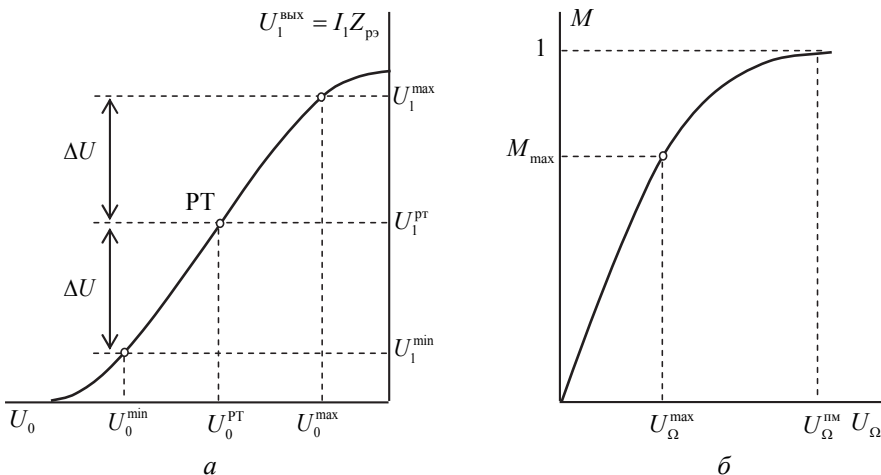

Рис. 4.3. Статическая (а) и динамическая (б) модуляционные характеристики
Рабочий участок на ВАХ транзистора, превращающий его в модулятор, выбирают по *статической модуляционной характеристике* (рис. 4.3, а). Она представляет собой зависимость амплитуды первой гармоники тока  $I_1(U_0)$  или напряжения  $U_1^{\text{ВЫХ}}(U_0) = I_1(U_0)Z_{\text{пэ}}$  на выходе модулятора от напряжения смещения  $U_0$ . При этом на вход подается ВЧ несущее колебание с постоянной амплитудой ( $U_m^{\text{ВХ}} = \text{const}$ ). Управляющее напряжение не подается ( $U_\Omega = 0$ ).
*Динамическая модуляционная характеристика* (рис. 4.3, б) – это зависимость коэффициента модуляции от амплитуды модулирующего сигнала  $U_{\Omega}$  при постоянном смещении  $U_0^{\text{PT}}$  и амплитуде ВЧ-колебаний  $U_m^{\text{BX}}$ .